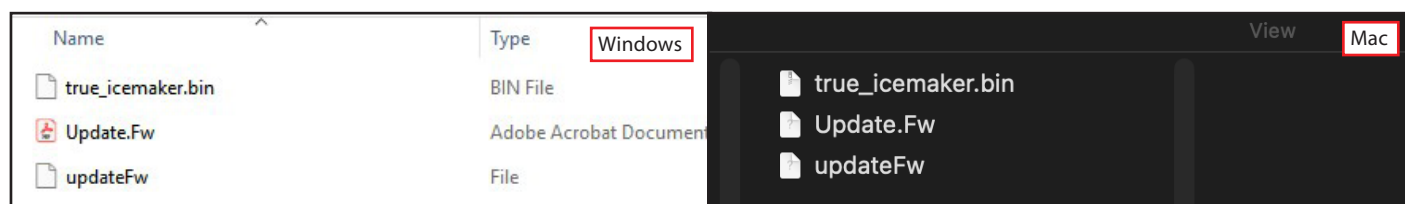

Fig. 7. Abra la carpeta del soporte lógico inalterable.
7. Abra la carpeta del soporte lógico inalterable descargado (ZIP). Consulte la fig. 7.